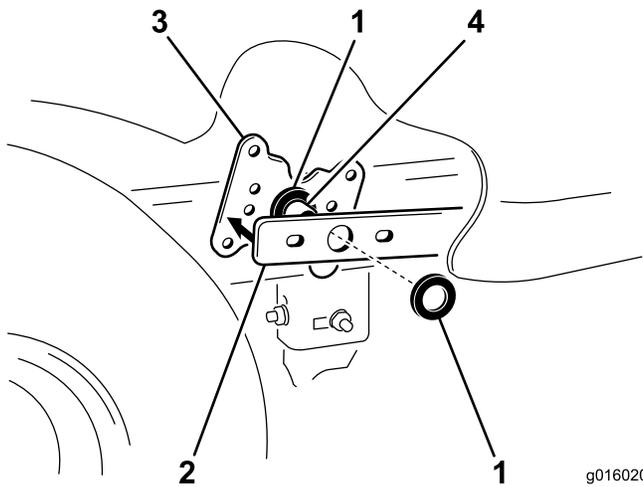

Figure 3
4. Placez une rondelle de butée sur la tige de pivot du levier de relevage (Figure 3). Reposez le bras de relevage sur la face du levier de relevage et la